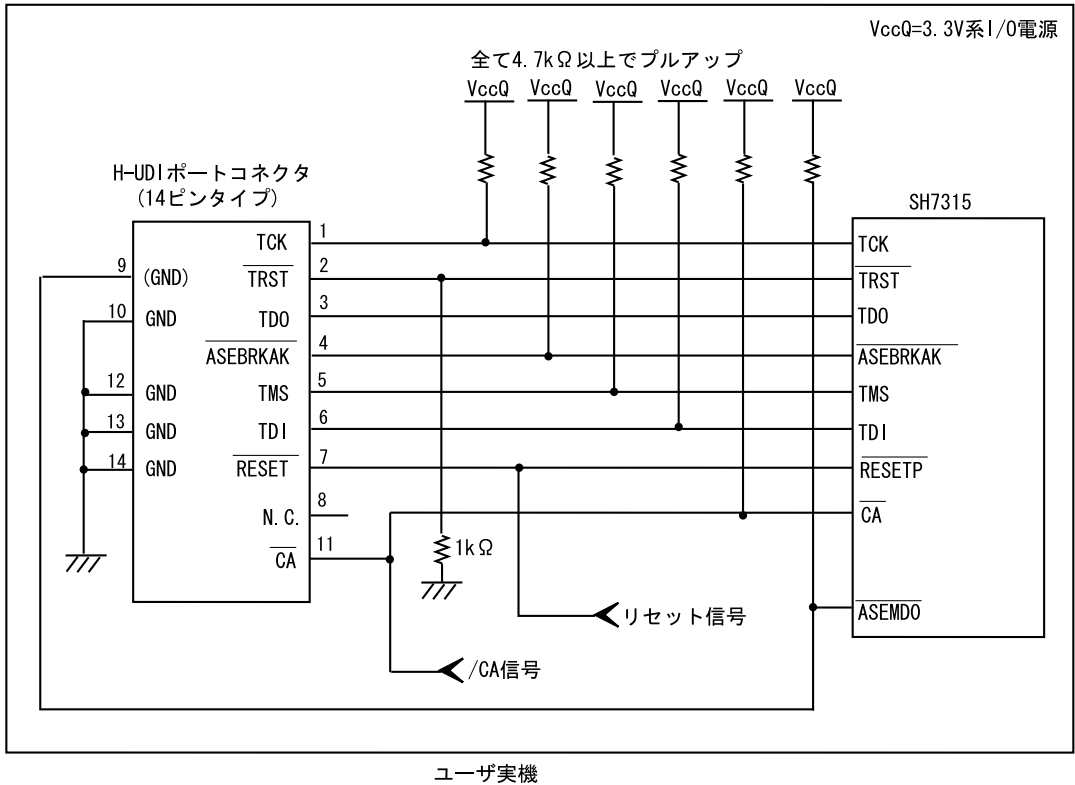

図 1.6 E10A-USB 使用時の H-UDI ポートコネクタ - チップ間の推奨接続例
E10A-USBエミュレータ使用時のH-UDIポートコネクタ(14ピンタイプ)とチップ間の推奨接続例を図 1.5、図 1.6 に示します。
- E10A-USB エミュレータのスイッチ(SW2=0,SW3=0 側)を切り替えることにより 11pin を /CA 端子として使用することができます。本設定では、UVCC 端子にユーザ電源を供給できませんので、ユーザインタフェースの I/O 電圧は 3.3V 固定となります。このとき、8pin は N.C.(オープン)としてください。(図 1.6 参照)
- 図 1.6 推奨接続例で回路を組んだ場合の E10A-USB エミュレータのスイッチ設定: SW2=0, SW3=0